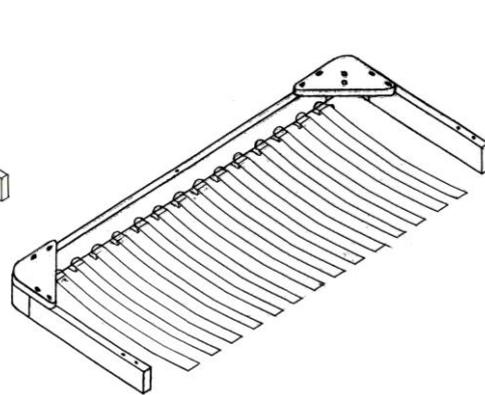

Рисунок 3
4. Установите гнutoкклеенные планки (латофлексы) выгнутой стороной вниз одним концом до упора в латодержатели, установленные на продольном бруске (рисунок 3).